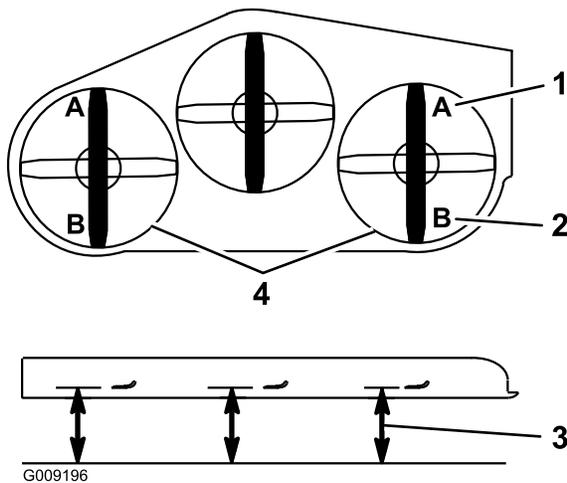

Figura 92
- 9. En ambos lados de la carcasa, mida desde la superficie nivelada hasta la punta delantera de la cuchilla (Posición A). La medida debe ser de 7,6 cm (3 pulg.) (Figura 92).
15. En ambos lados de la carcasa, mida desde la superficie nivelada hasta la punta trasera de la cuchilla (Posición B). La medida debe ser de 8,3 cm (3-1/4 pulg.) (Figura 92).